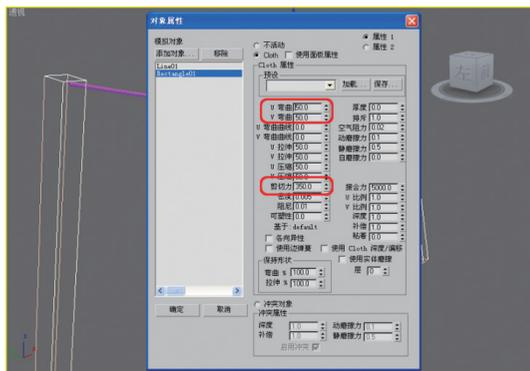

图9-80 修改布料模拟参数
**11** 打开【对象属性】对话框。选择布料，按照图9-80所示的参数进行设置。